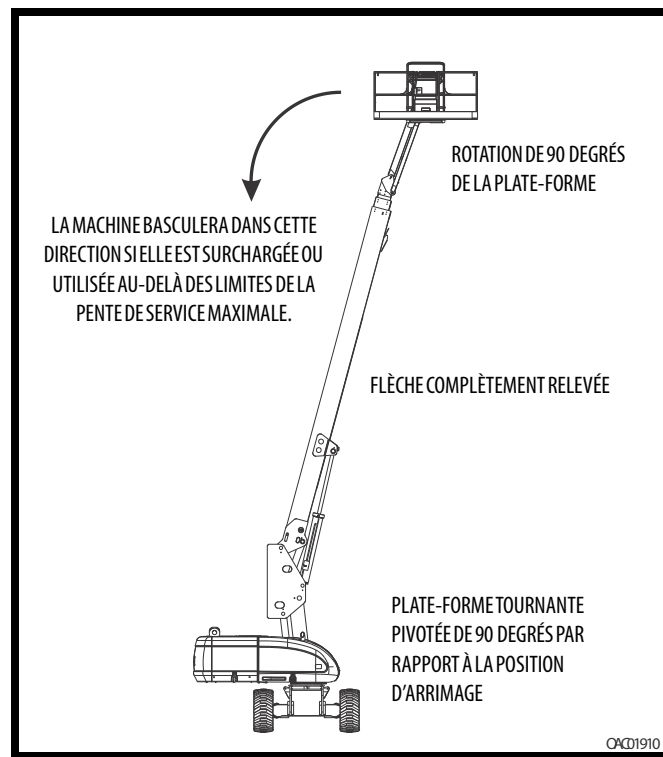
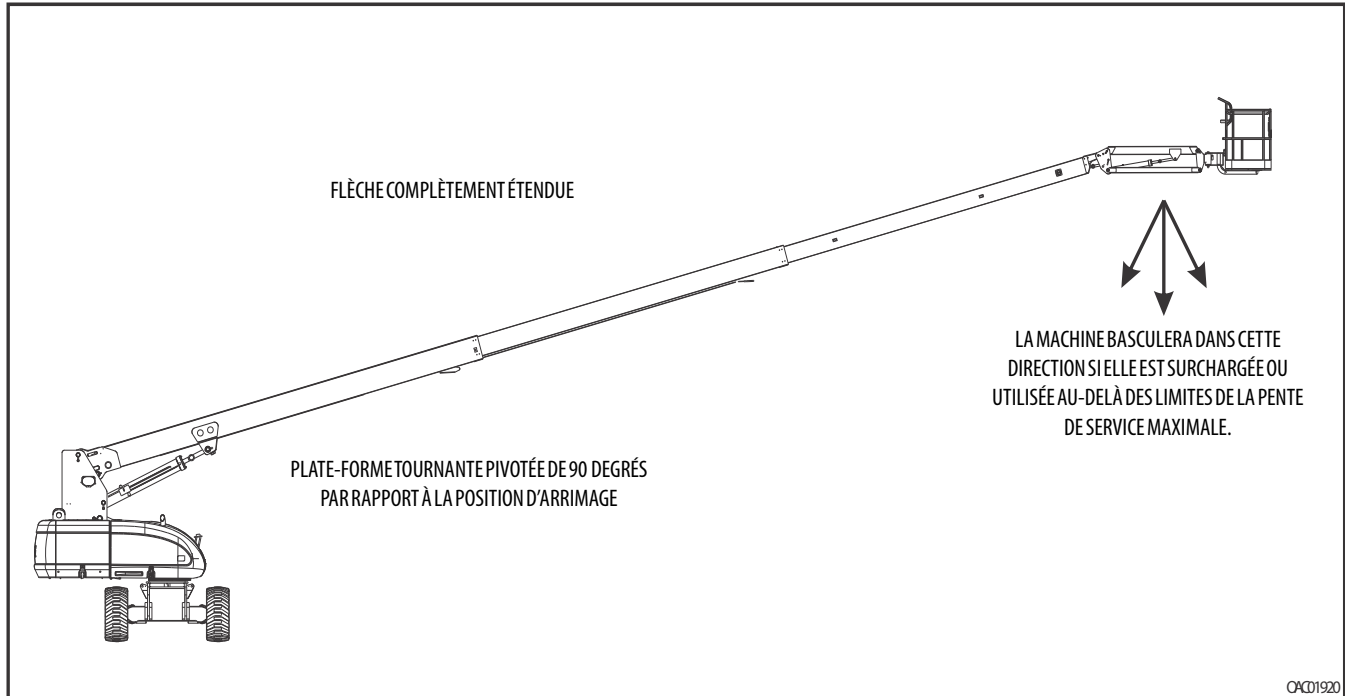

Figure 4-1. Position la moins stable vers l'arrière
Figure 4-2. Position la moins stable vers l'avant
La stabilité de la machine est basée sur deux (2) conditions, appelées stabilité VERS L'AVANT et stabilité VERS L'ARRIÈRE. La position la moins stable de la machine VERS L'AVANT est illustrée sur la (Voir la Figure 4-2.) et la position la moins stable de la machine VERS L'ARRIÈRE est illustrée sur la (Voir la Figure 4-1.)